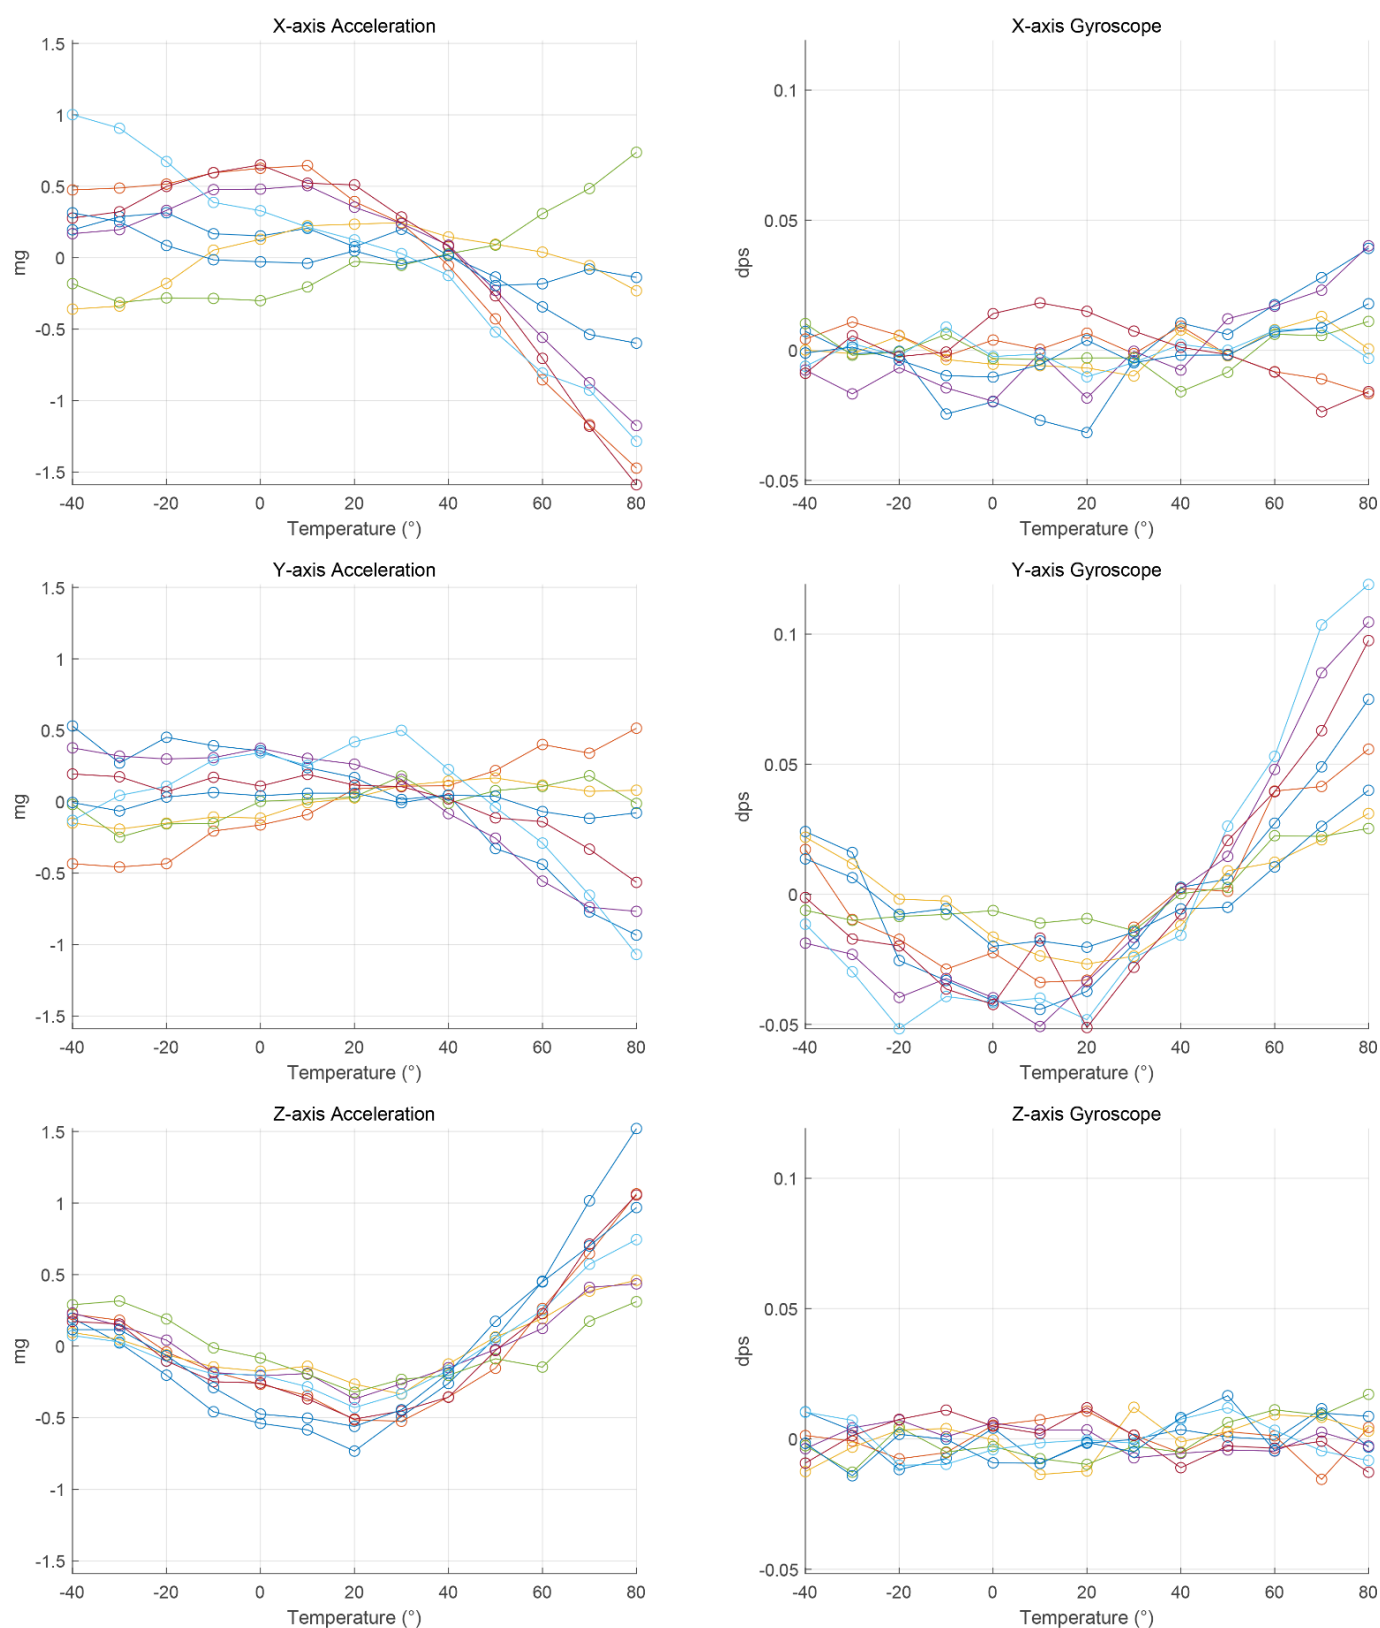

Figure7: Accelerometer and Gyroscope Temperature Compensated Curve
- Note4:** 超核实验室温箱转台测得，温升斜率小于 3°C/min，详细数据参考 Figure 7 温补曲线
- Note3:** 超核实验室温箱转台测得，温升斜率小于 3°C/min，详细数据参考 Figure 7 温补曲线